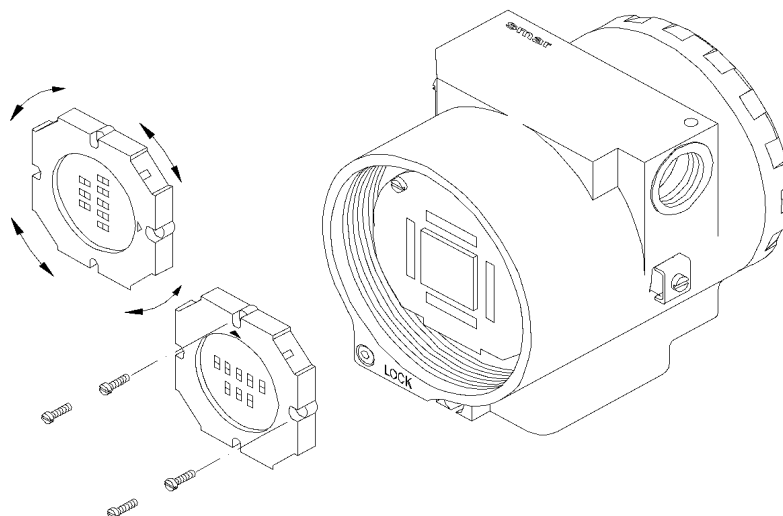

Figura 5.2 – Quatro Posições Possíveis do Display
- Coloque a placa de entrada na carcaça (5);
- Conecte o display à placa principal, observando a posição de montagem (veja Figura 5.2). O ponto marcado com o símbolo “▲” deve ser posicionado para cima conforme a direção desejada;
- Rosqueie a tampa (1) e trave-a usando o parafuso de trava (4).